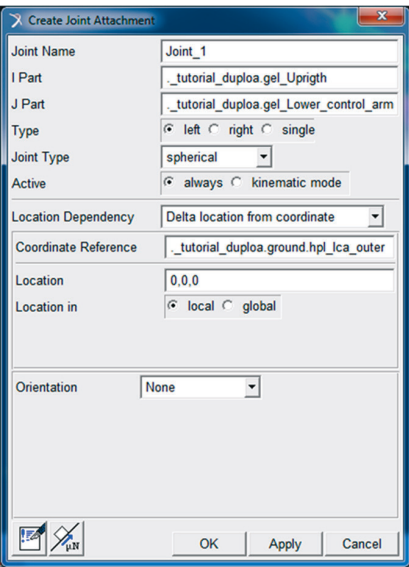

Figura 5.113 – Preenchimento da caixa de diálogo para criação da Junta 1.
Os campos da janela *Create Joint Attachment* deverão ser preenchidos, conforme ilustrado na Figura 5.113 e de acordo com a Tabela 5.2.
- Após finalizar o preenchimento sugerido na Figura 5.113, clique em *Apply*.